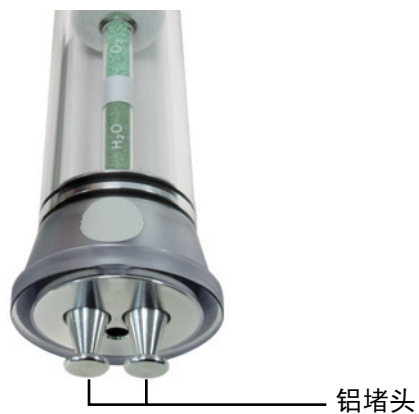

图 33. 从载气过滤器拆下铝堵头
- 4 从包装中取出载气过滤器，然后从过滤器底部拆下两个铝堵头（图 33）。